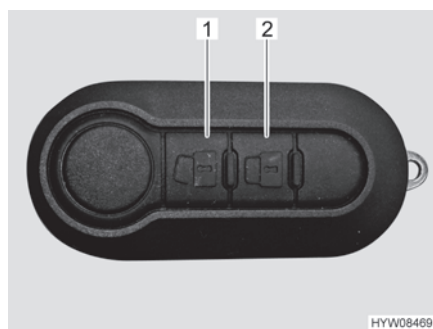

Fig. 32 Télécommande du verrouillage centralisé (2 touches)
- Appuyer une fois brièvement sur la touche  (Fig. 32,1). Les serrures de porte sont déverrouillées.
- Appuyer une fois brièvement sur la touche  (Fig. 32,2). Les serrures de porte sont verrouillées.